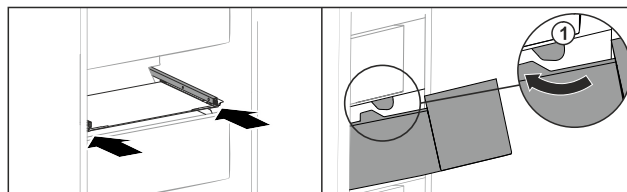

Fig. 150
- ▶ Vedte zásuvku podél zářezů Fig. 150 (1).